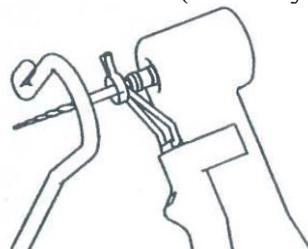

Рисунок 28
5.2.4 Вставьте эндо-файл в угловой наконечник и зажмите его удерживающим устройством, так как показано ниже (см. Рисунок 28).